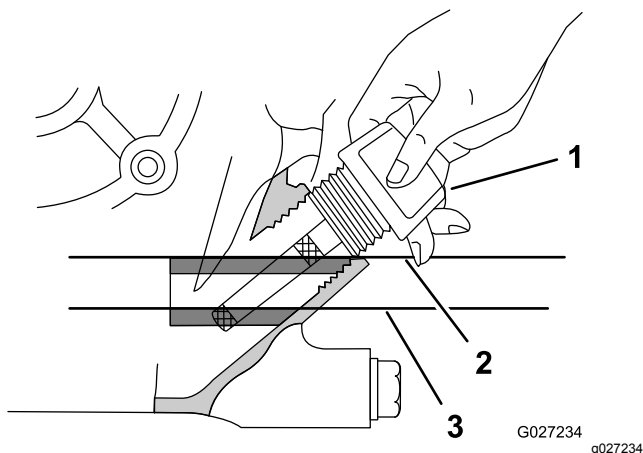

Figura 11
3. Inserte la varilla del motor, tal y como se muestra en la **Figura 11**.